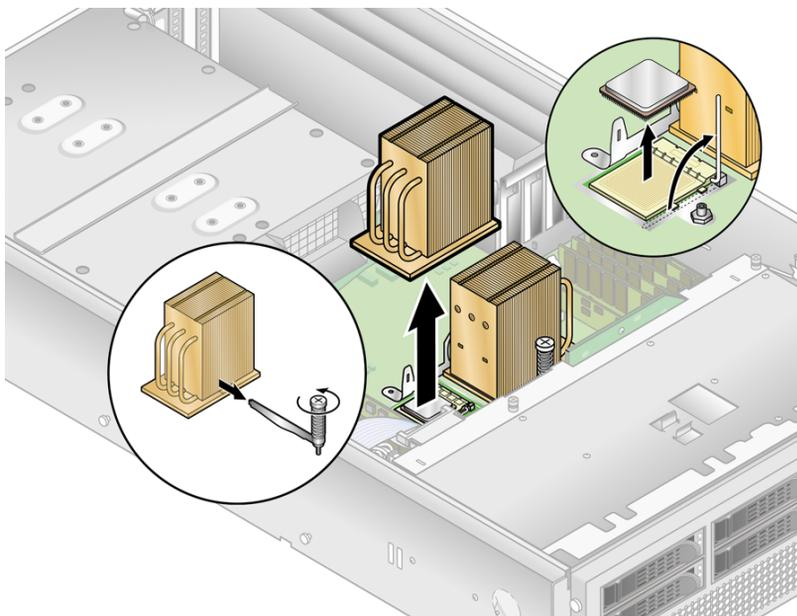

FIGURE 4-30 Retrait du dissipateur de chaleur et de la CPU
5. **Desserrez la vis prisonnière qui fixe la barre transversale du dispositif d'ancrage du dissipateur thermique puis retirez la barre transversale des ailettes du dissipateur (voir FIGURE 4-30).**
9. Tirez le levier de dégagement de la fiche en position complètement ouverte, perpendiculaire (voir FIGURE 4-30).